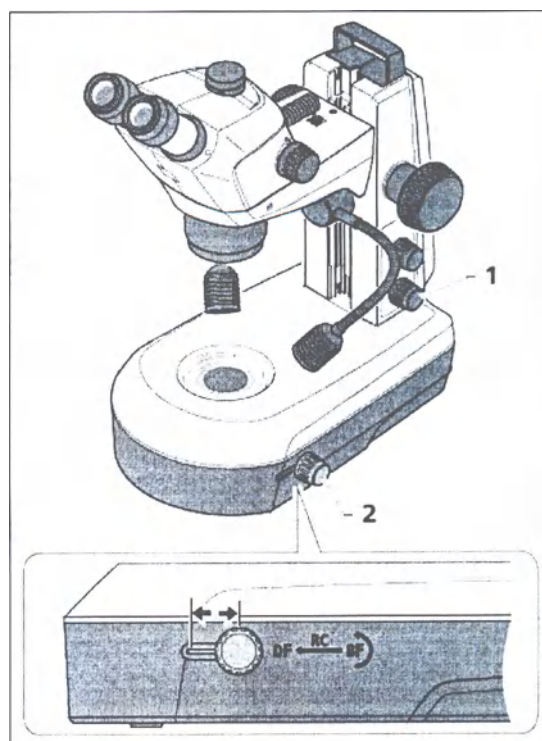

Рис. 26. Блок проходящего света на штативе K LAB
- Включите освещение проходящим светом нижним регулятором (рис. 26/1).
- Регулировка светлого поля (BF) осуществляется путем установки скользящего регулятора (рис. 26/2) в заднее положение (BF).
- Используйте скользящий регулятор (рис. 26/2) для установки положения зеркала четкого или рассеянного освещения или регулировки угла наклона.
- Переключение на освещение методом темного поля (DF) осуществляется путем установки скользящего регулятора (рис. 26/2) в переднее положение.
При установке скользящего регулятора (рис. 26/2) в центральное положение и при наклоне зеркала возникает эффект наклонного освещения (RC), который хорошо подходит для отображения бесцветных образцов.